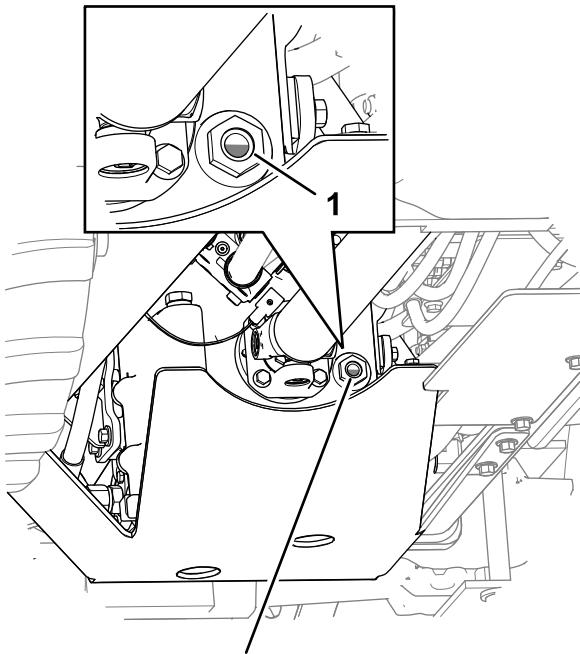

Figura 94
4. Despues de 5 minutos, compruebe el nivel de aceite de la transmisión en la mirilla (Figura 94).
6. Repita los pasos 2 a 5 hasta que el aceite cubre entre $1/2$ y $3/4$ de la mirilla (Figura 94).
Nota: El aceite debe cubrir entre 1/2 y 3/4 de la mirilla (Figura 94).